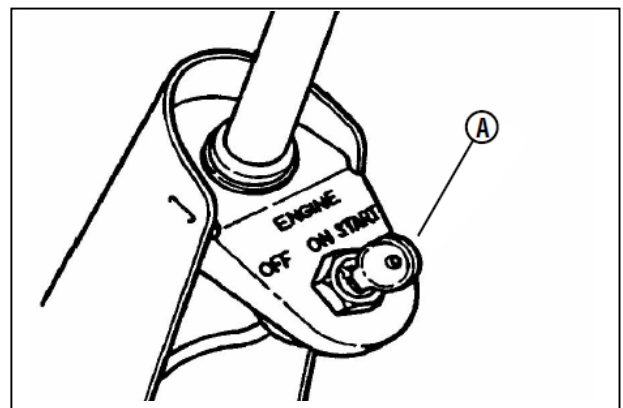

図5-7 キースイッチ
5. イグニッションキー(図5-7のA)を「START」の位置に回すとエンジンが始動します。